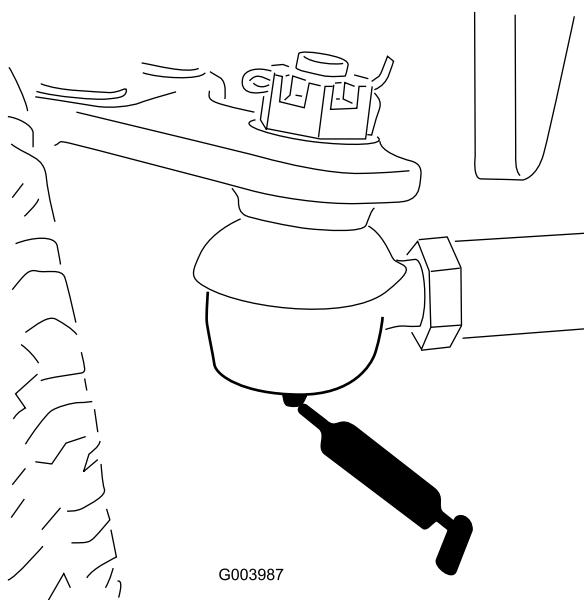

Figura 47
- Barra de ligação do eixo traseiro (2) (Figura 47)